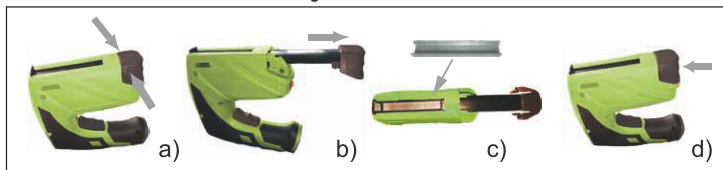

Fig.2: Einlegen von Tackerklammern
- Drehen Sie den Akkutacker so, dass die Unterseite mit der Tackernase (2) nach oben zeigt.
- Drücken Sie das Magazin (6) mit Daumen und Zeigefinger zusammen. Abb. 2 a).
- Ziehen Sie das Magazin nach hinten heraus. Abb. 2 b)
- Legen Sie die mitgelieferten Tackerklammern (8) mit der offenen Seite nach oben in den jetzt offenen Magazinschacht. Abb. 2 c)
- Schieben Sie das Magazin wieder in entgegengesetzter Richtung bis zum Anschlag zu. Abb. 2 d).